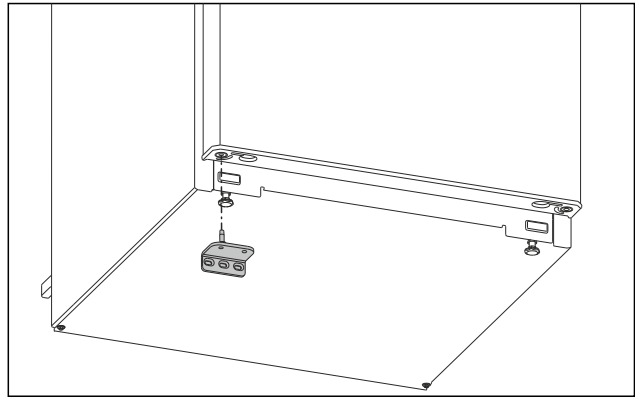

Fig. 16
- Plaats de onderste lagersteun aan de tegenoverliggende kant. (zie Fig. 16)